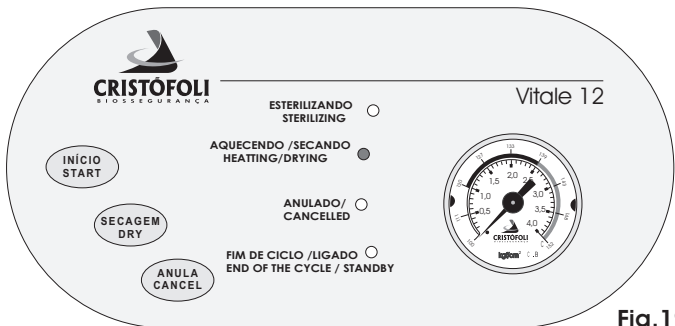
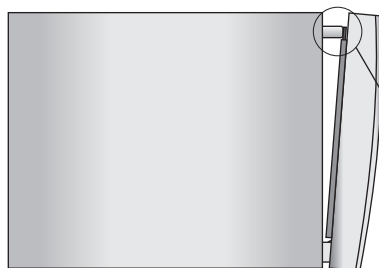

Fig.19
Fig.20
- f ► Ao término da esterilização a autoclave soará 1 bip, a válvula solenóide se abrirá e poderá ser ouvido o estalo de sua abertura, nesse momento a autoclave despressurizará, ao seu término, o manômetro indicará pressão "0". A seguir a autoclave entrará no ciclo de secagem emitindo 10 bips, o LED indicativo **Aquecendo/Secando** acenderá (Fig.19). **Neste momento é necessário que o operador entreabra a porta para a secagem** (Fig.20, pág. 14).